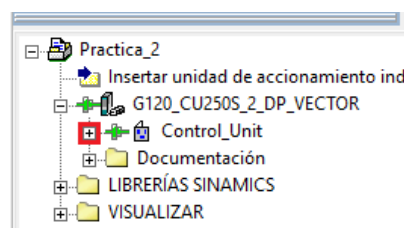

Figura 24: Configuraciones de Control Unit
- De igual manera se debe expandir el apartado “Control unit” presionando el símbolo “+” (ver Figura 24).